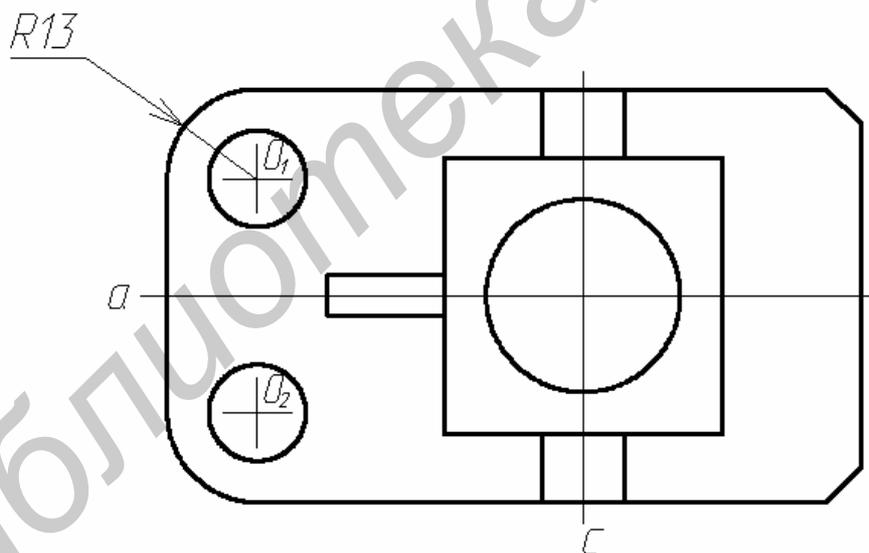

Рис. 19. Построение сопряжений и фасок. Копирование объектов
Квадрат построен. Следующий этап – построение сопряжений, фасок и двух окружностей диаметром 14 мм (рис. 19).
Левые прямые углы внешнего контура на виде сверху (см. рис. 19) скруглены дугами радиусом 13 мм. Выполнить подобные скругления проще всего командой редактирования **Сопряжение**. Сопрягать можно две пересекающиеся прямые или прямую и окружность (дугу).
Построение двух окружностей диаметром 14 мм (см. рис. 19). Построим их по следующей схеме: определим и отметим центровыми линиями центры окружностей, затем построим одну окружность, а вторую сформируем при помощи команды редактирования **Копируй**.
1. Выделим единичным выбором верхнюю окружность без маркера центра (см. рис. 19).
- выделим прямые **a** и **c** (см. рис. 19) и изменим ручками их длину так, чтобы они выступали за пределы квадрата и внешнего контура вида сверху на 2 – 5 мм.